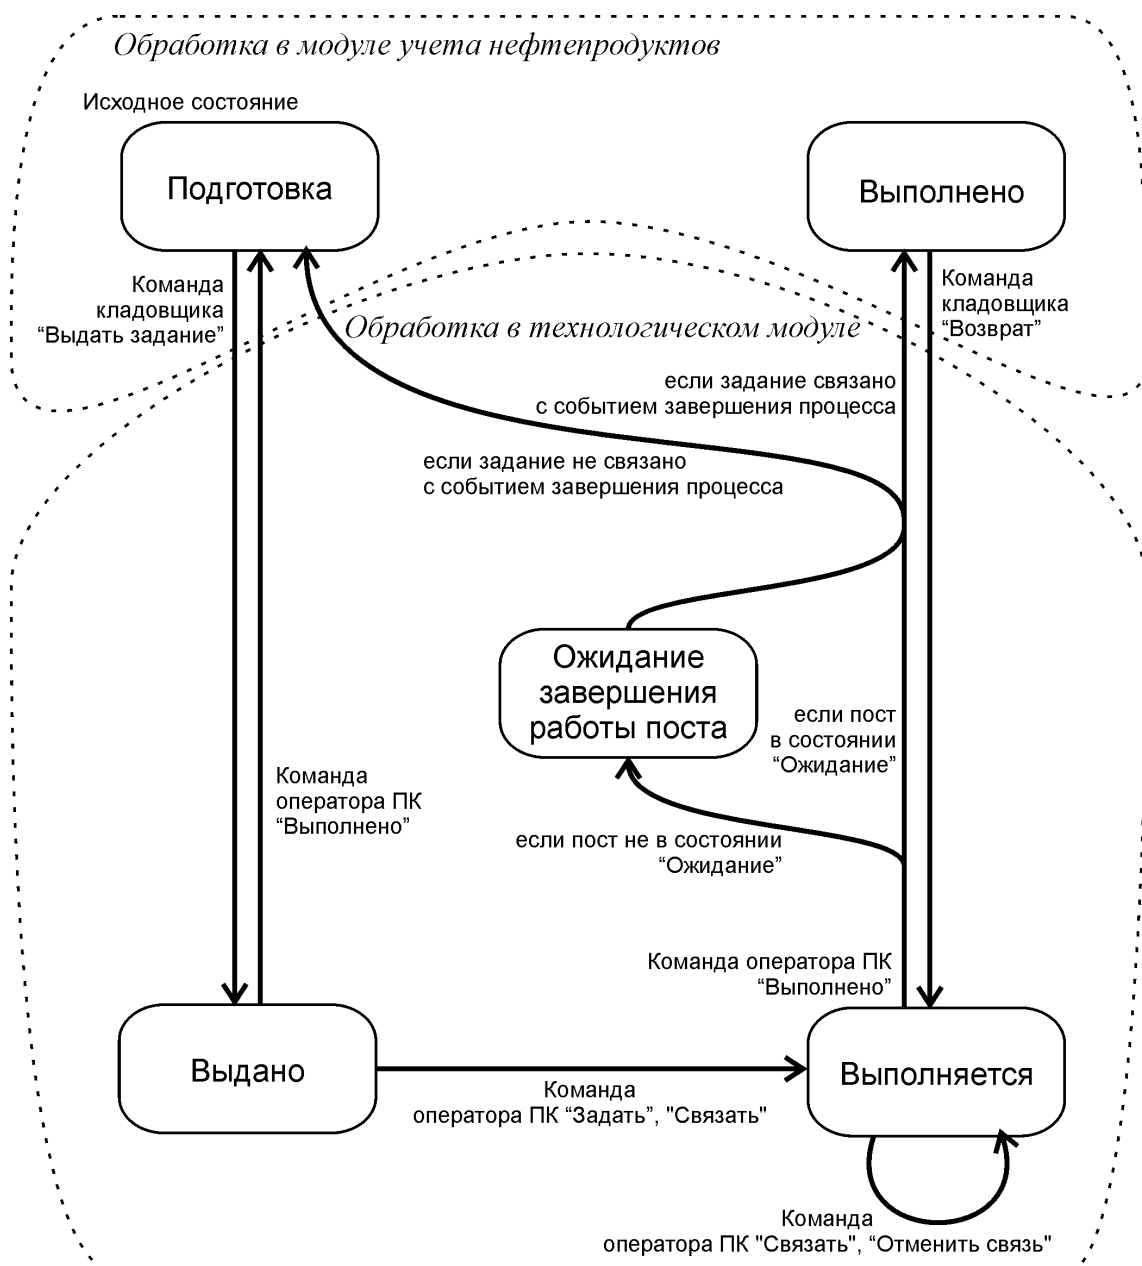

Рисунок 4 - Диаграмма состояний задания на налив/слив нефтепродуктов
- Задание дозы, указанной в текущей строке таблицы заданий на отпуск - производится двойным щелчком левой кнопкой мыши на мнемосхеме подъезда. Если один из постов подъезда не находится в состоянии ожидания (например, предыдущий отпуск не завершен), выводится сообщение об ошибке (рисунок 4).